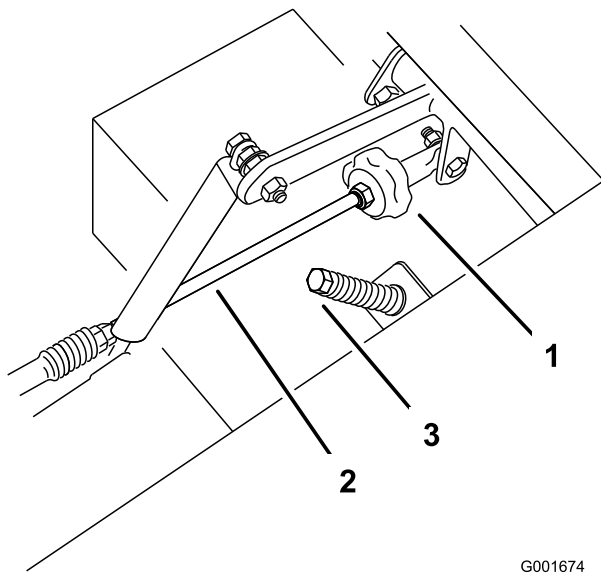

Figure 54
2. Réglez la longueur de la tige de pompe en tournant le bouton dans le sens voulu, jusqu'à ce que la roue soit immobilisée ou tourne légèrement en marche arrière (Figure 54).